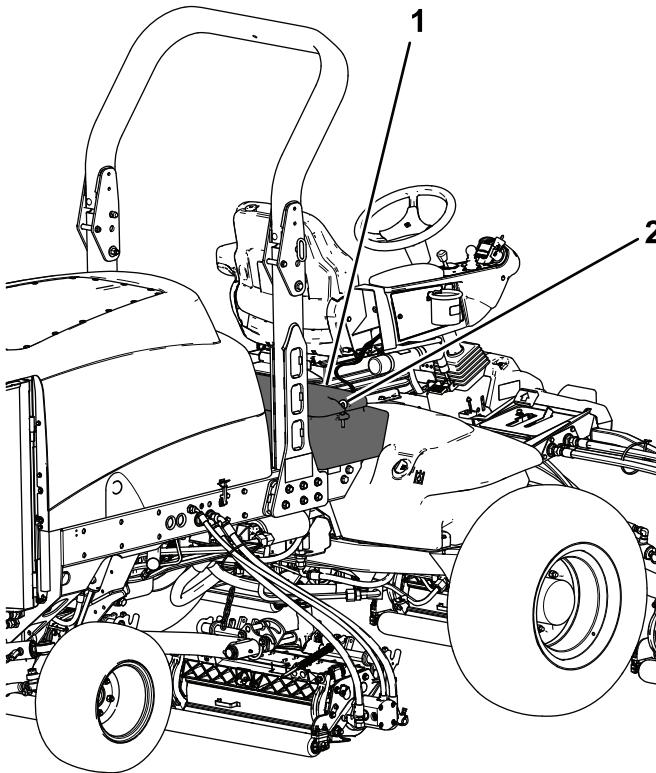

Figura 83
2. Sbloccate e sollevate il pannello comandi dell'operatore (Figura 83).